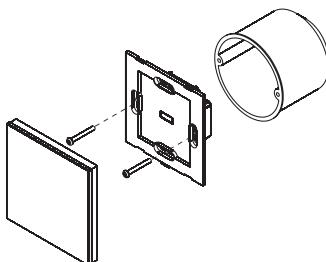

Рис. 5. Установка панели управления в монтажную коробку
3.7. Установите корпус панели в монтажную коробку и закрепите его при помощи двух винтов [рис. 5].